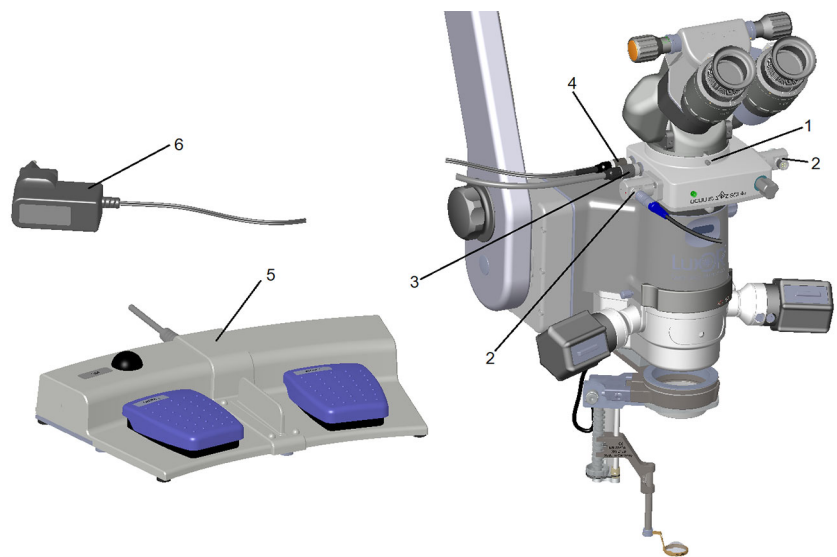

図 4-2: 例：顕微鏡上のSDI® 4c
また、付属の六角ドライバーでSDI® 4 (➔ 図 4-2、(21ページ)、2番) の止めねじを慎重に締め付け、取り付け状態を確認します。
- プラグを接続ソケット（→図 4-2、（21ページ）、3番と4番）に挿入した後、ねじ接続部（ローレットスリーブ）を回してプラグを固定します。